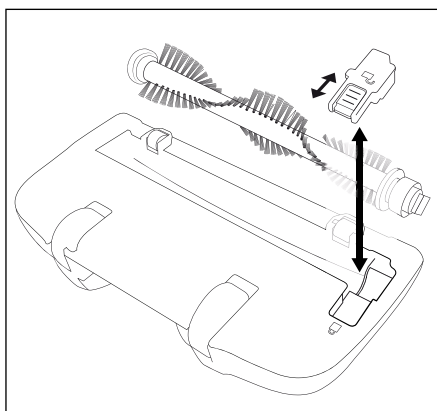

Fig. 4
- 2) Glissez le verrouillage sur le cache en direction de l'icône de manière à pouvoir retirer le cache (fig. 4).
- 7) Remettez le cache en place et verrouillez-le en glissant le verrouillage en direction de l'icône  (fig. 4).